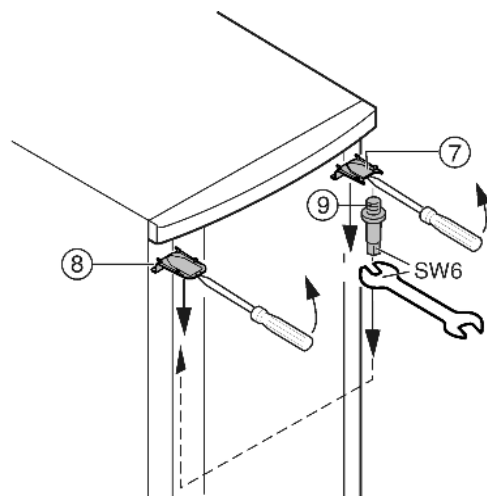

Fig. 7
- ▶ Z ustreznim izvijačem iztaknite zgornji pokrov Fig. 7 (7) in pokrov Fig. 7 (8), ter ju odstranite poševno navzdol.
- ▶ Odvijte ležajni sornik Fig. 7 (9) in ga privijte na nasprotni strani aparata (s 4 Nm).
- ▶ Pokrov Fig. 7 (7) montirajte na stran z ležajnim sornikom: namestite ga na zadnji strani in nato zaskočite na sprednji strani.
- ▶ Pokrov Fig. 7 (8) montirajte na nasprotno stran: namestite ga na zadnji strani in nato zaskočite na sprednji strani.
- ▶ Vrata zgoraj obesite na ležajni sornik Fig. 7 (9).